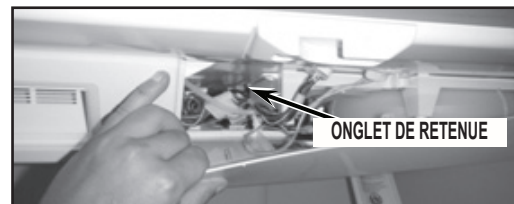

FIGURE 7
9. Libérer l'onglet de retenue arrière/gauche. Voir la *Figure 7*.